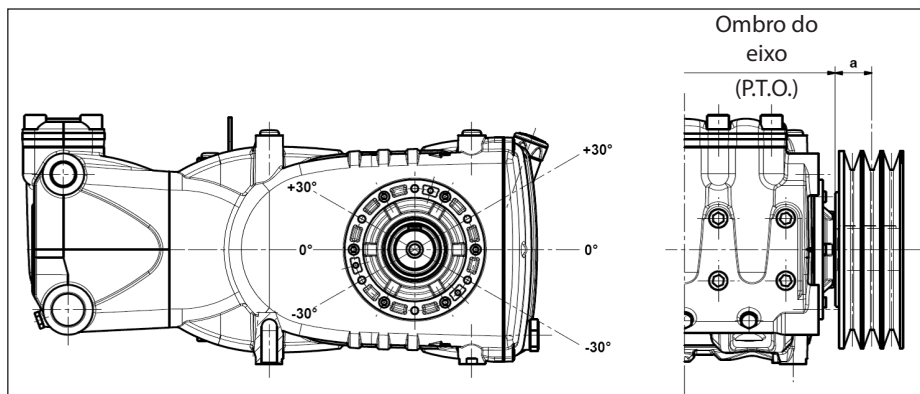

Fig. 10
A carga radial sobre o eixo não deve ser superior a 4500 N (valor necessário para a definição do layout). A transmissão é considerada adequada se tal carga é aplicada a uma distância máxima de $a = 50$ mm do ombro do eixo (P.T.O), conforme indicado na Fig. 10.
- b) Use correias de alto rendimento - por exemplo **XPB** ao invés de **SPB** - enquanto resultar necessária uma quantidade inferior de correia para a mesma potência transmitida e uma distância inferior consequente da resultante em relação do ombro do eixo (P.T.O.) "a" da Fig. 10.